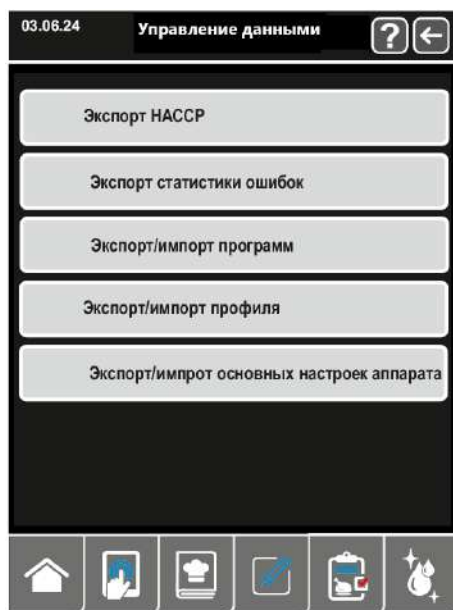

Рис.15.6 Окно «УПРАВЛЕНИЕ ДАННЫМИ»
5.6.4 На окне «НАСТРОЙКИ» нажать строку «УПРАВЛЕНИЕ ДАННЫМИ» (см. рис. 15.6).